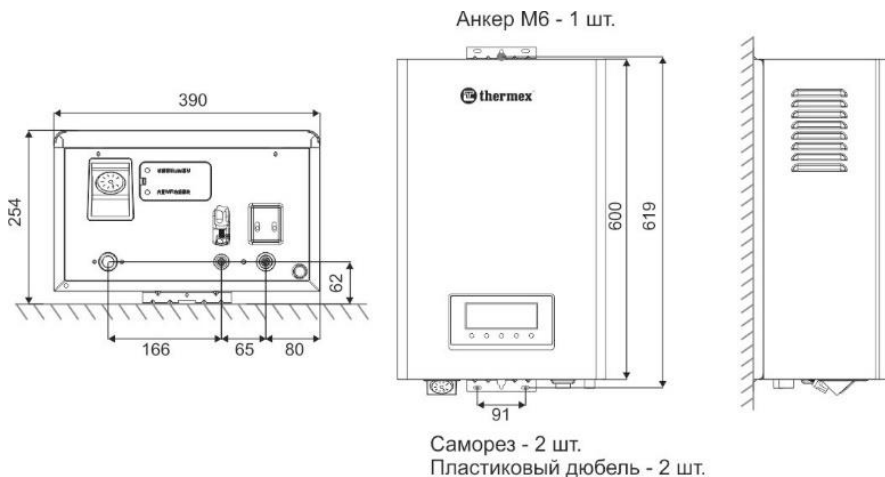

Рис. 6. Монтажные размеры
7.3.2 Установка прибора на стену (Рис. 6)
Прибор должен быть установлен в вертикальном положении без наклона. В соответствии с Рис. 6 просверлите установочные отверстия на стене, вставьте анкер в верхнее установочное отверстие для крепления, вставьте пластиковые дюбели в нижние установочные отверстия и закрутите саморезы.